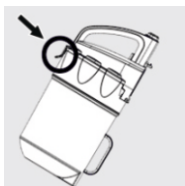

Рис. 45
2. Откройте крышку HEPA фильтра, разблокировав фиксатор (рис. 45).